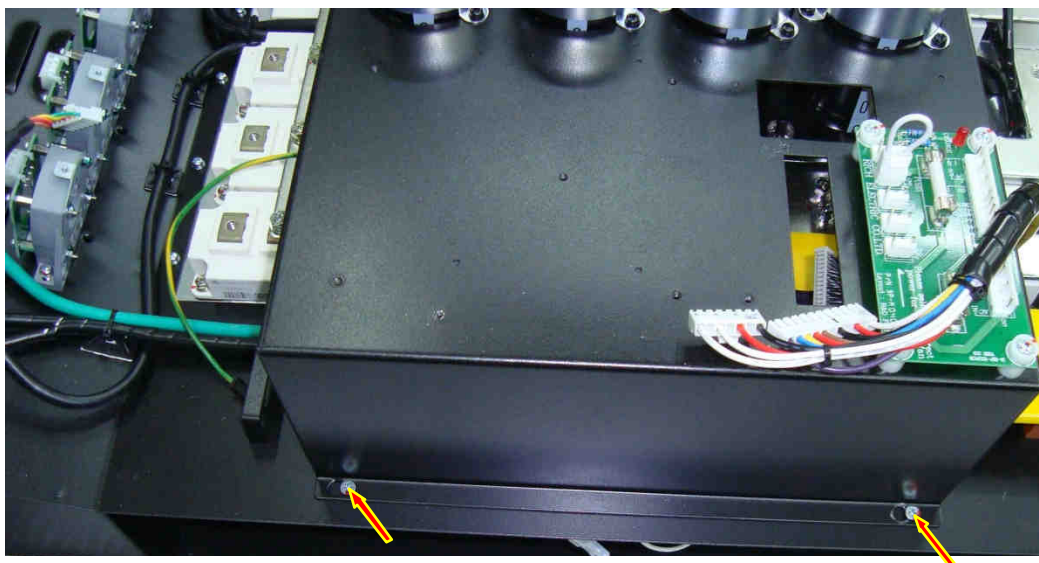
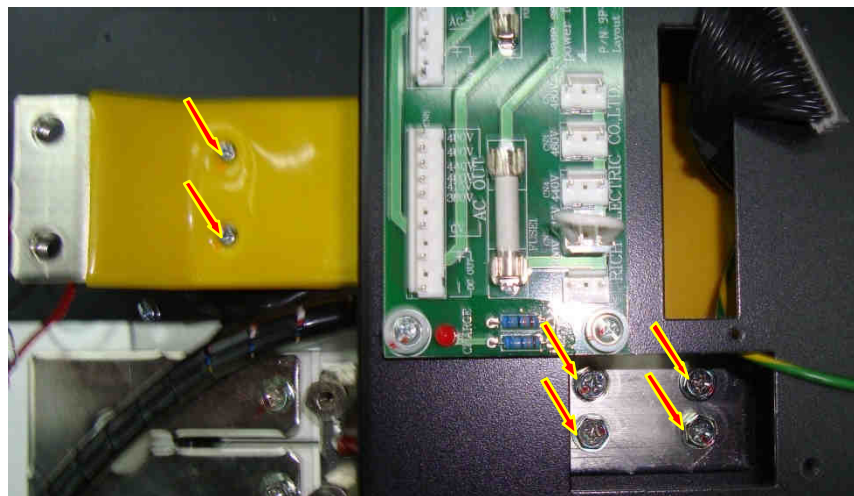

Рис. 7.19.
Рис. 7.23.
- установить блок конденсаторов в преобразователь, совместив фигурные отверстия с головками четырех винтов на корпусе (рис. 7.19);
-Установить шину «+» предохранители – звено ПТ., вкрутив 4 винта крепления шины к блоку конденсаторов и 2 винта крепления к изоляционной стойке (рис. 7.23).
- Окончательно затянуть винты и стойки крепления шин блока конденсаторов к контактам модулей IGBT и диодно-тиристорных модулей (рис. 7.21, 7.22), затянуть винты крепления шины «+» предохранители – звено ПТ. (рис. 7.23). Затянуть винты (4 шт.) крепления блока конденсаторов к основанию корпуса (рис. 7.19).